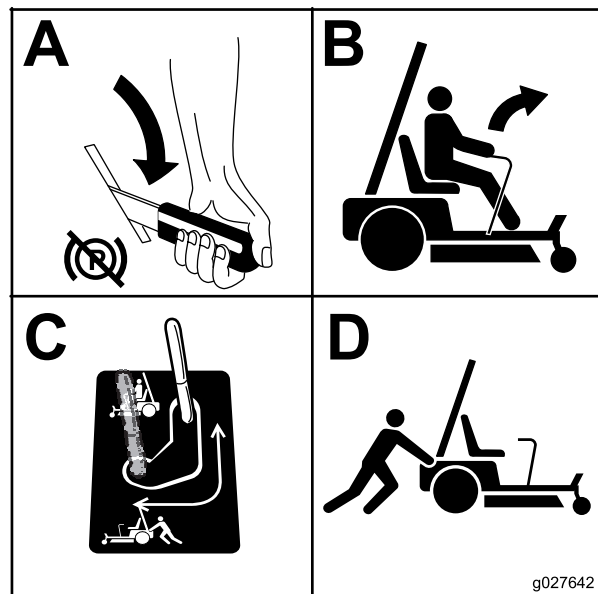

Figura 28
3. Repita este procedimiento en cada lado de la máquina (Figura 28).
Mueva la palanca a la posición de operación de la máquina (Figura 28) para engranar los motores de las ruedas.